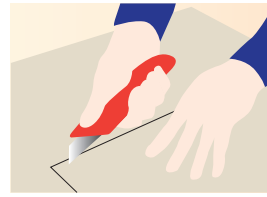

FIG. 12
- 5 **CORTE DE PLACA DE YESO:** Se debe proceder a colocar la mayor cantidad de placas enteras y de manera tal que se puedan colocar fácilmente sobre la estructura de perfiles sin forzar. Generalmente y en el mayor de los casos, el corte se realiza manualmente con una trinchera de corte, cortando primero sobre el papel de la cara de la placa con la ayuda de una regla o escuadra metálica (Fig. 12).